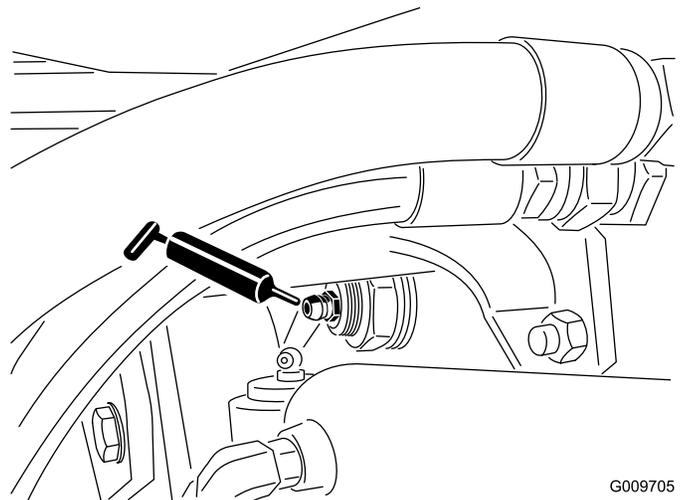

Figure 50
- Bagues de pivot d'essieu arrière (2) (Figure 50).